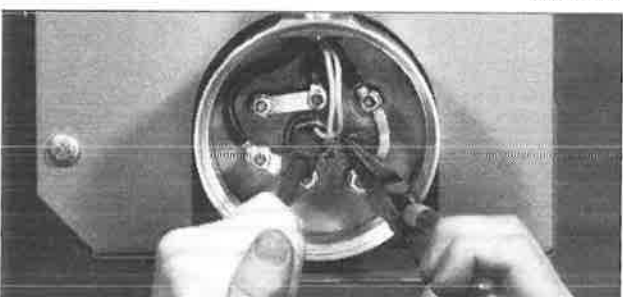

FIGURE 12
4. Remettre en place l'ensemble limiteur de température à maximum, en mettant le clip et le ressort dans la sonde thermométrique sans endommager le tube isolant. Fixer en place à l'aide de la goupille fendue (voir figure 12).